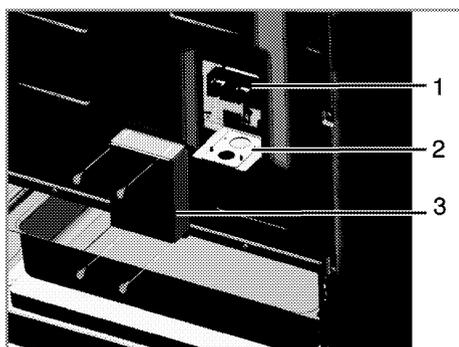

Fig.4
Dévisser les vis du couvercle de l'accès arrière et enlever le couvercle du bloc terminal Voir la Figure 4.
- 1 - Enlever le couvercle du bloc terminal (sur le redrière de l'appareil) en enlevant les vis tel que montré à la figure 4.
- 1- Enlever le couvercle du bloc terminal (sur le derrière de l'appareil) en enlevant les vis tel que montré à la figure 4.